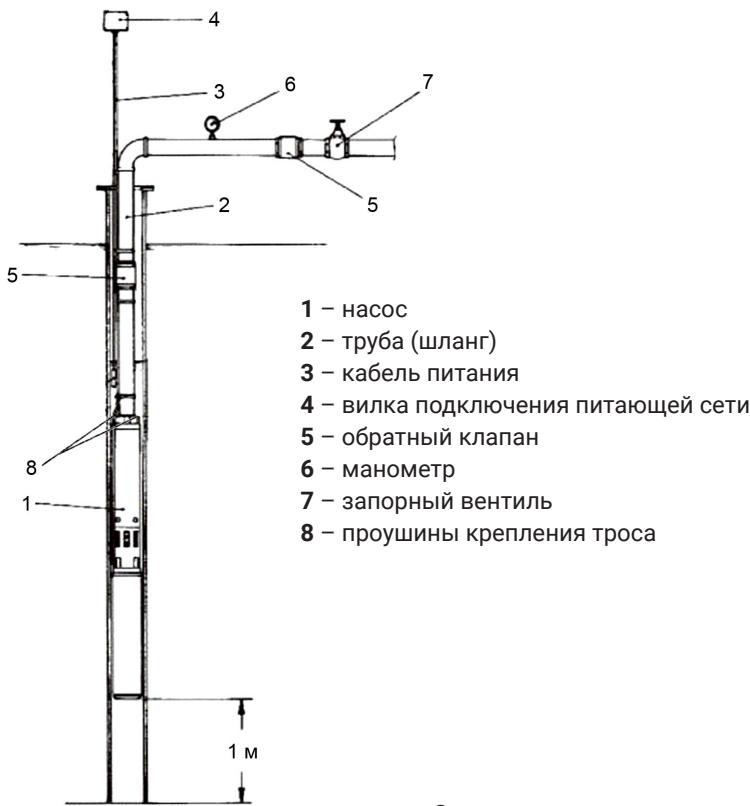

рис. 2
### 3. Рекомендуемая схема установка насоса на рис.2
Привяжите два троса к проушинам (рис.2 поз.8) на корпусе насоса. Кабель питания (рис.2 поз.3) рекомендуется зафиксировать к одному из тросов, на котором закреплён насос (рекомендуемый интервал – 3 м).
**8.** Для предотвращения выкачивания воды из скважины (колодца), сравните их наполняемость с объемной подачей насоса. Для этого частично перекрывайте вентиль (рис.2 поз.7) на выходе шланга из скважины (колодца).